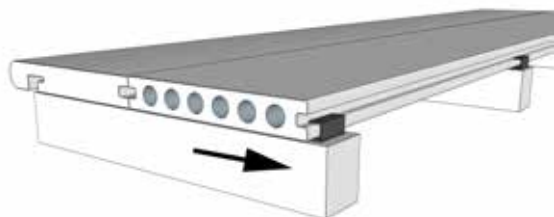

Figura 4
- 5 Instala el tablero interno de la huella como se muestra en la Figura 4: